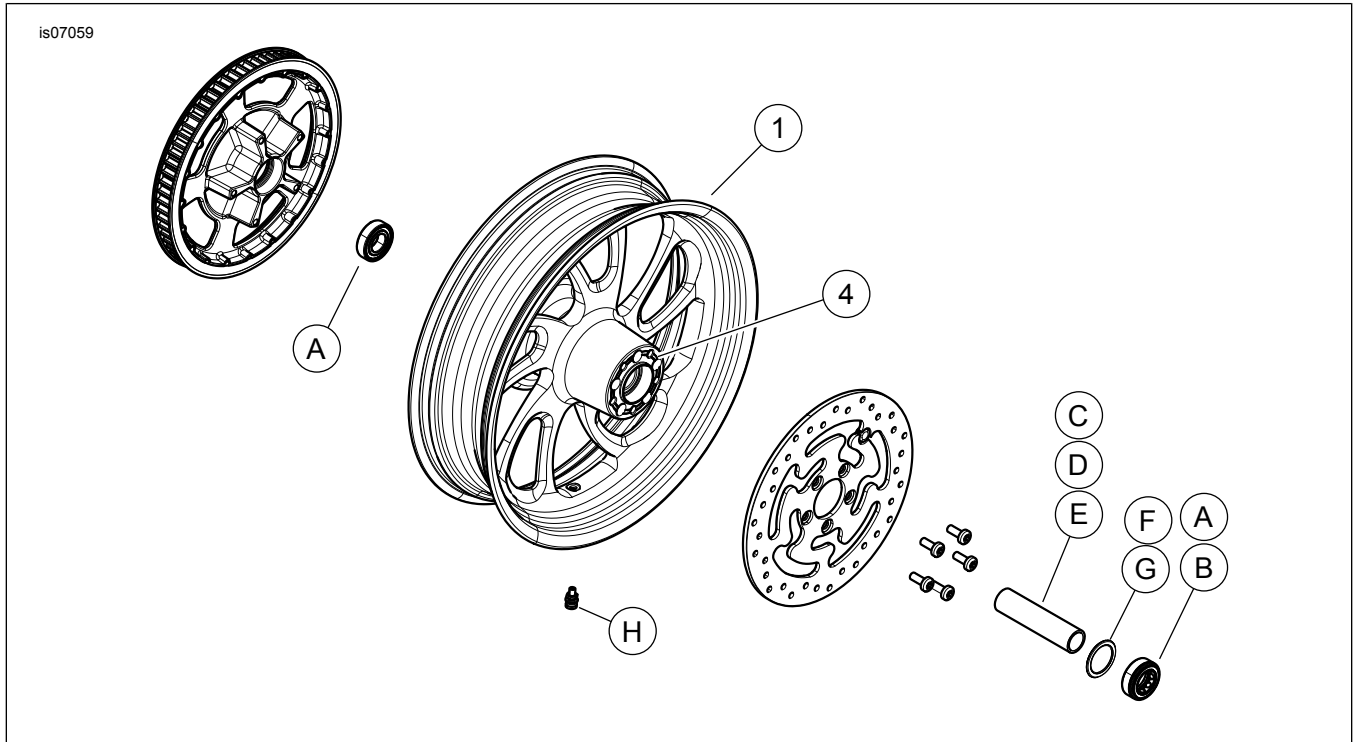

Abbildung 1. Ersatzteile: „Blade“-Hinterräder
Siehe Abbildung 1 und Ersatzteiletabellen.
2. Siehe Abbildung 1. Die Ventilschaft-Baugruppe (H) am Rad anbringen. Siehe das Werkstatthandbuch.